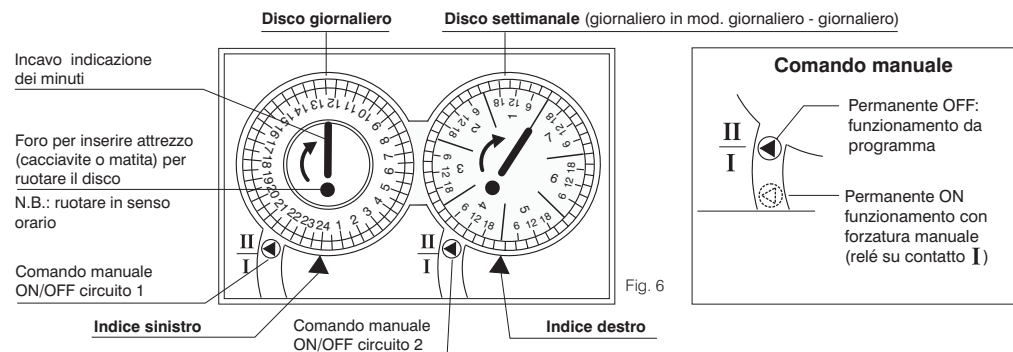

Fig. 6
- Ruotare **in senso orario** il **disco di sinistra** (giornaliero) finché l'**indice sinistro** (triangolo) di riferimento si trovi in corrispondenza delle ore 24 (00).
- Ruotare **in senso orario** il **disco di destra** (settimanale) finché l'**indice destro** (triangolo) di riferimento si trovi in corrispondenza della linea delle ore 24 (00) del giorno attuale (1=Venerdì, 2=Sabato...); i due dischi sono ora sincronizzati. (nota: nella fig. 6 il disco di destra è stato impostato come esempio alle ore 24 (00) del giorno 5 = Venerdì).